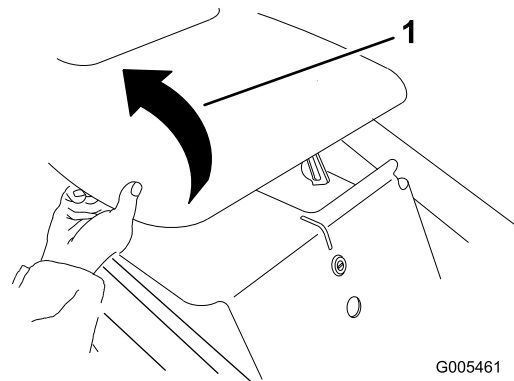

Figura 28
2. Levante el capó (Figura 28).